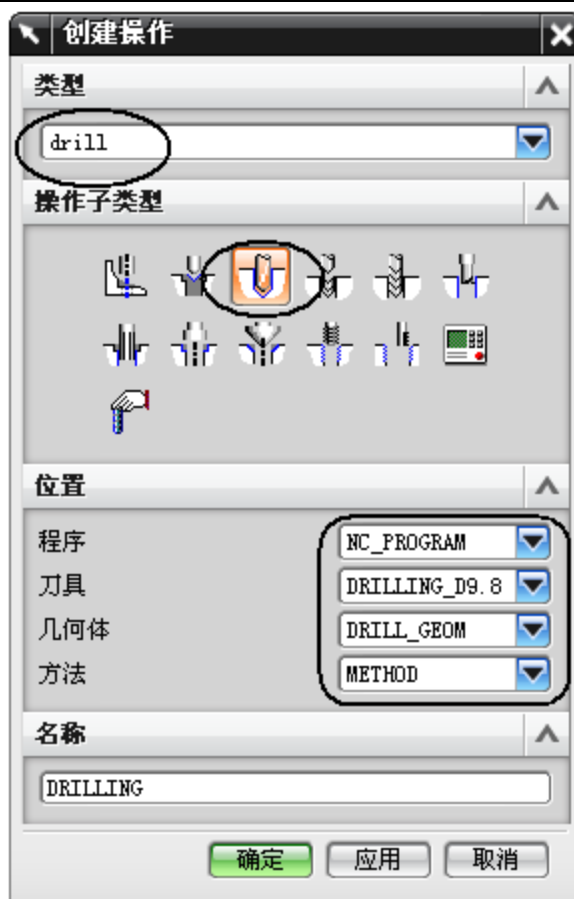

图 7-25
- 单击  生成刀轨，如图 7-25 所示，单击 OK 保存刀轨。